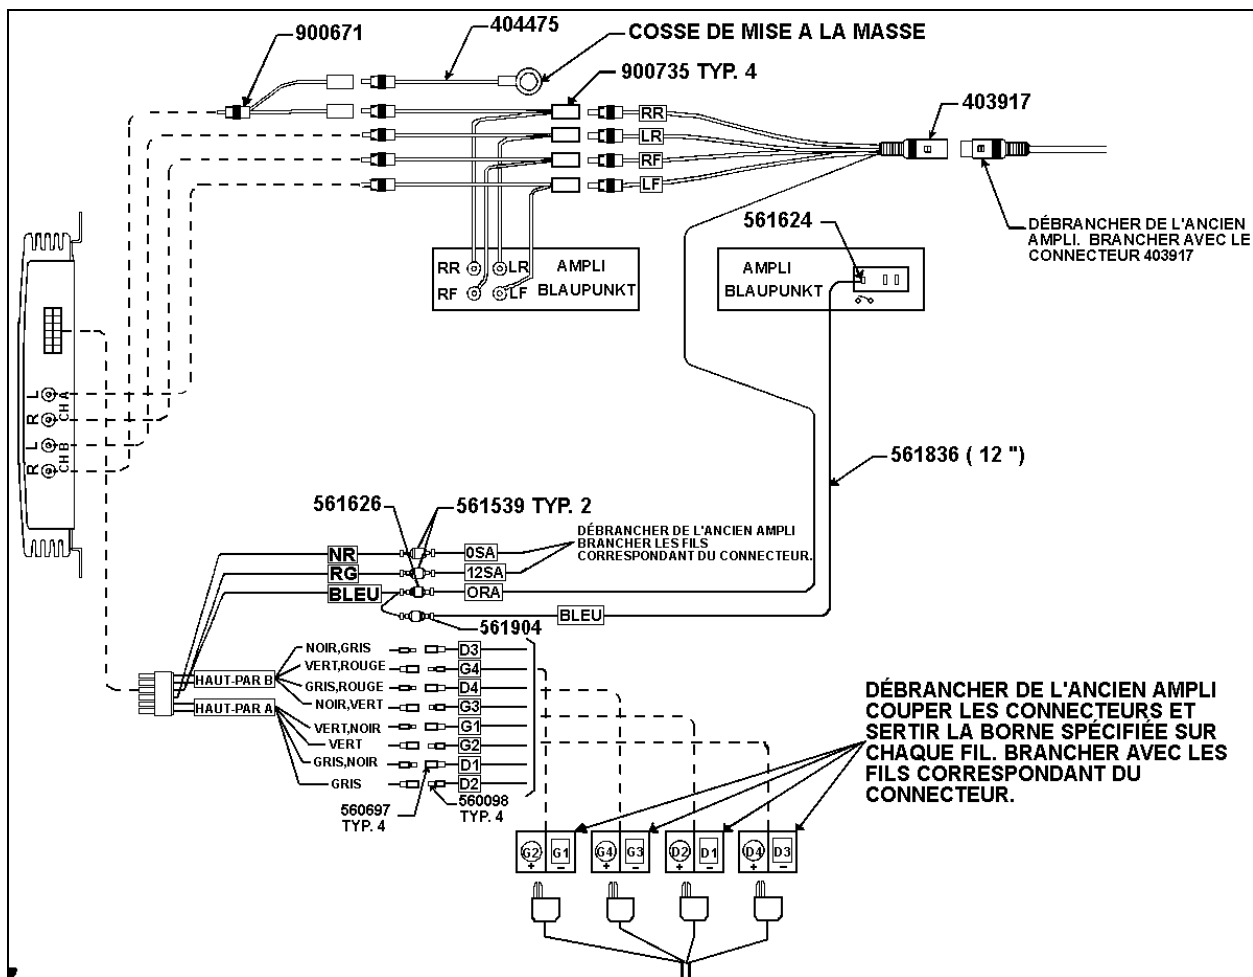

FIGURE 12
Remarque: Se référer à la figure 12 pour le schéma électrique de l'installation de l'amplificateur.
10. Réinstaller l'amplificateur dans le compartiment avec les boulons existants, si nécessaire, percer de nouveaux trous dans les supports pour fixer l'amplificateur à la structure. Faire le branchement du câblage selon la figure 12.
Remarque: Se référer aux figures 12 et 13 pour le schéma électrique de l'installation de l'amplificateur.
10. Réinstaller l'amplificateur dans le compartiment avec les boulons existants, si nécessaire, percer de nouveaux trous dans les supports pour fixer l'amplificateur à la structure. Faire le branchement du câblage selon les figures 12 et 13.